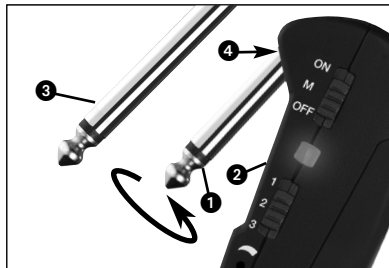

Fig. 4: Fixar o plugue adaptador.
4.3 Instrumentos com saída embutida (veja fig. 4 na página 48)